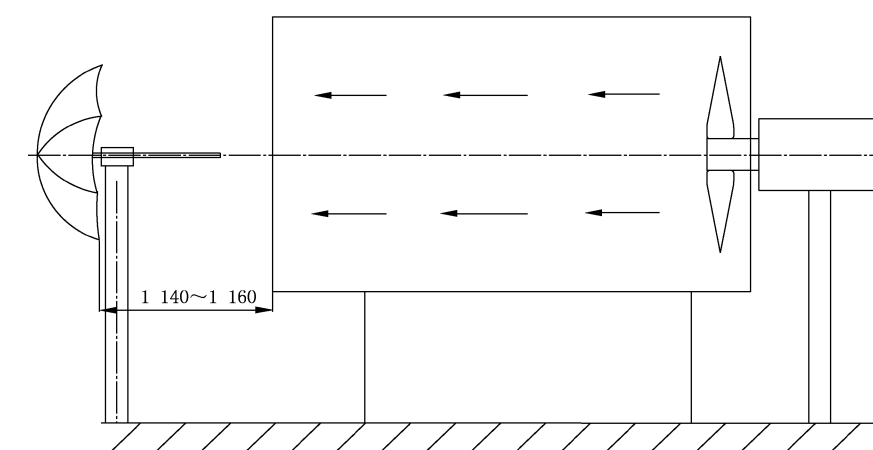

图4 固定式伞伞骨抗风强度示意图
6.1.2.2 将伞撑开,以图示的方向用夹具夹住(夹住部位见图4),调整调频旋钮直至当风速达到规定值后开始计时,30 s后停机。